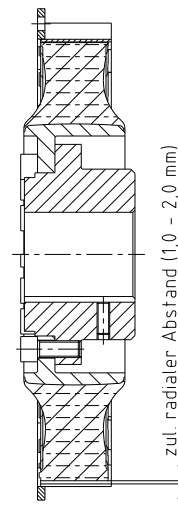

Bild 25: Verschleißprüfung
- Im Stillstand der Kupplung darf ein radialer Abstand von 1,0 - 2,0 mm zwischen Anschlussflansch und Elastomerteil vorhanden sein (siehe Bild 25).